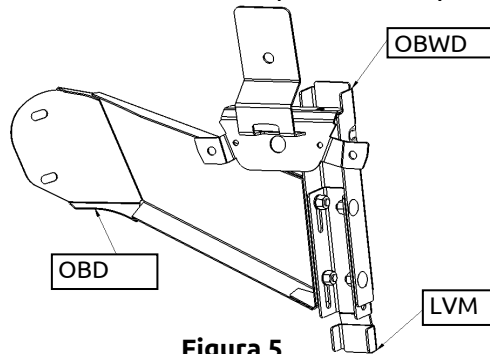

Figura 5
- iii. Coloque OBD en el lado del piloto (afuera) del OBWD y en el lado del pasajero (afuera) OBWP y ensamble usando (4) tornillos de carrocería 1/4-20x5/8, arandelas planas y tuercas (ver figura 5)